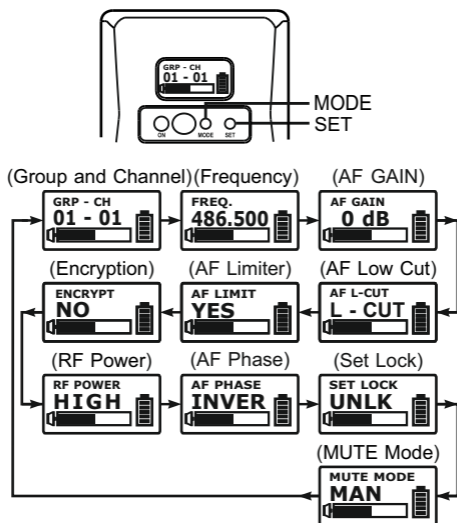

Bild 7
2. **SET Taste:** Solange das Display blinkt kann durch drücken der SET-Taste der jeweilige Parameter verändert werden. Bild 7.